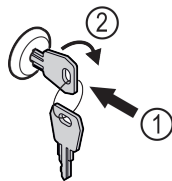

Fig. 115
- ▶ Sätt in nyckeln Fig. 115 (1).
- ▶ Vrid nyckeln 90° medurs Fig. 115 (2).